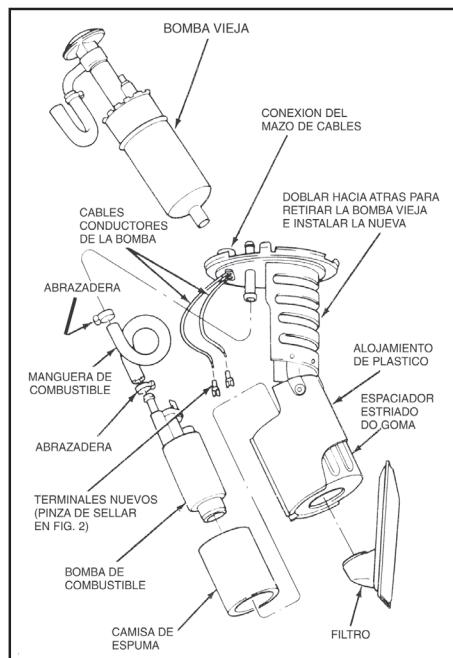

figura 1
- 1) Inserte la bomba nueva dentro de la camisa de espuma. Inserte la bomba junto con la camisa dentro del espaciador estriado de goma que se dejó en el alojamiento de plástico. Oriente la boquilla de combustible de la bomba cerca del frente del soporte según se ilustra, asegurándose de apretar las abrazaderas, que se proporcionan, firmemente sobre las boquillas (Vea figura 1). **NOTA:** En esta aplicación no es necesario respetar las flechas que marcan la dirección del flujo en las mangueras.